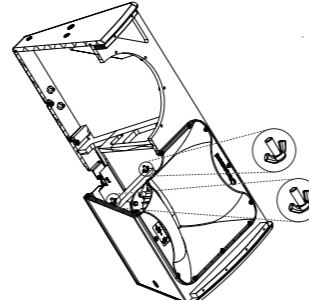

Fig. 3
4. Reach in through the bass driver cavity and loosen the two wing nuts securing the compression driver retaining brace (fig 3).
10. Tighten the wing nuts back onto the compression driver retaining brace (fig 3).
10. Vuelva a apretar las tuercas de mariposa en la abrazadera de retención del motor de compresión (fig. 3).
4. Passez la main dans la cavité du haut-parleur de graves et desserrez les deux écrous à oreilles fixant le support de retenue du pilote de compression (fig 3).
10. Resserrez les écrous à oreilles sur l'entretoise de retenue du moteur de compression (fig 3).
4. Greifen Sie durch den Hohlraum des Bass-Treibers und lösen Sie die beiden Flügelmuttern, mit denen die Halteklammer des Kompressionstreibers befestigt ist (Abb. 3).
10. Ziehen Sie die Flügelmuttern wieder an der Halteklammer des Kompressionstreibers an (Abb. 3).
4. Alcance através da cavidade do driver de baixo e afrouxe as duas porcas borboleta que prendem a cinta de retenção do driver de compressão (fig. 3).
10. Aperte as porcas borboleta de volta na cinta de retenção da chave de compressão (fig. 3).
4. Raggiungere la cavità del driver dei bassi e allentare i due dadi ad alette che fissano il supporto di ritenzione del driver a compressione (fig 3).
10. Riavvitare i dadi ad alette sulla staffa di ritegno del driver di compressione (fig 3).
4. Reik naar binnen door de holte van de basdriver en maak de twee vleugelmoeren los waarmee de bevestigingsbeugel van de compressiedriver is bevestigd (fig 3).